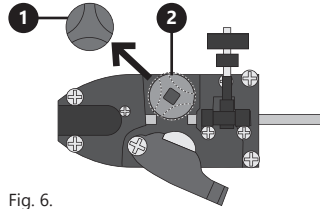

Fig. 6.
- (Vedi fig. 6.) Per cambiare lo spessore della scanalatura:
- » Ruotare la manopola (1) del rullo guida e rimuoverla.
- » Estrarre il rullo guida (2).
- » Selezionare lo spessore della scanalatura appropriato e impostare il rullo (2) in modo che la scanalatura selezionata sia più vicina all'interno del dispositivo.
- » Inserire il rullo guida (2) sul mandrino.
- » Inserire la manopola (1) del rullo guida e girare per fissare la connessione.